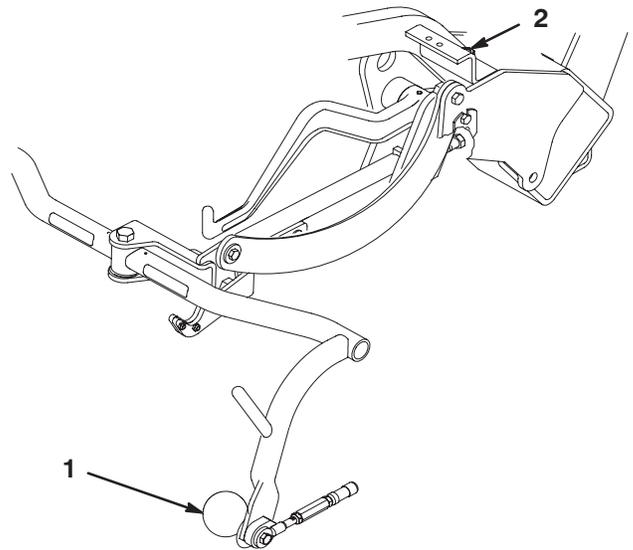

Bild 10
3. Sollte eine Einstellung erforderlich sein, lösen Sie die Klemmmutter an der Anschlagsschraube des Trägerrahmens (Bild 10) und drehen Sie die Schraube nach oben oder unten, um den Trägerrahmen anzuheben oder abzulassen. Ziehen Sie die Klemmmutter nach dem Einstellen fest.